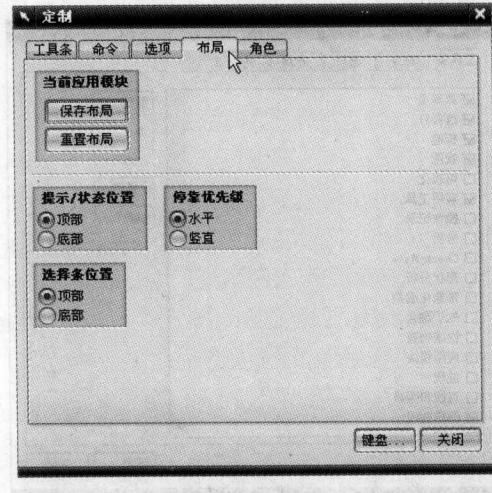

图 1-12 “布局”选项卡
5) 单击“布局”选项卡，如图 1-12 所示，该选项卡主要用来对界面的布局进行设定。